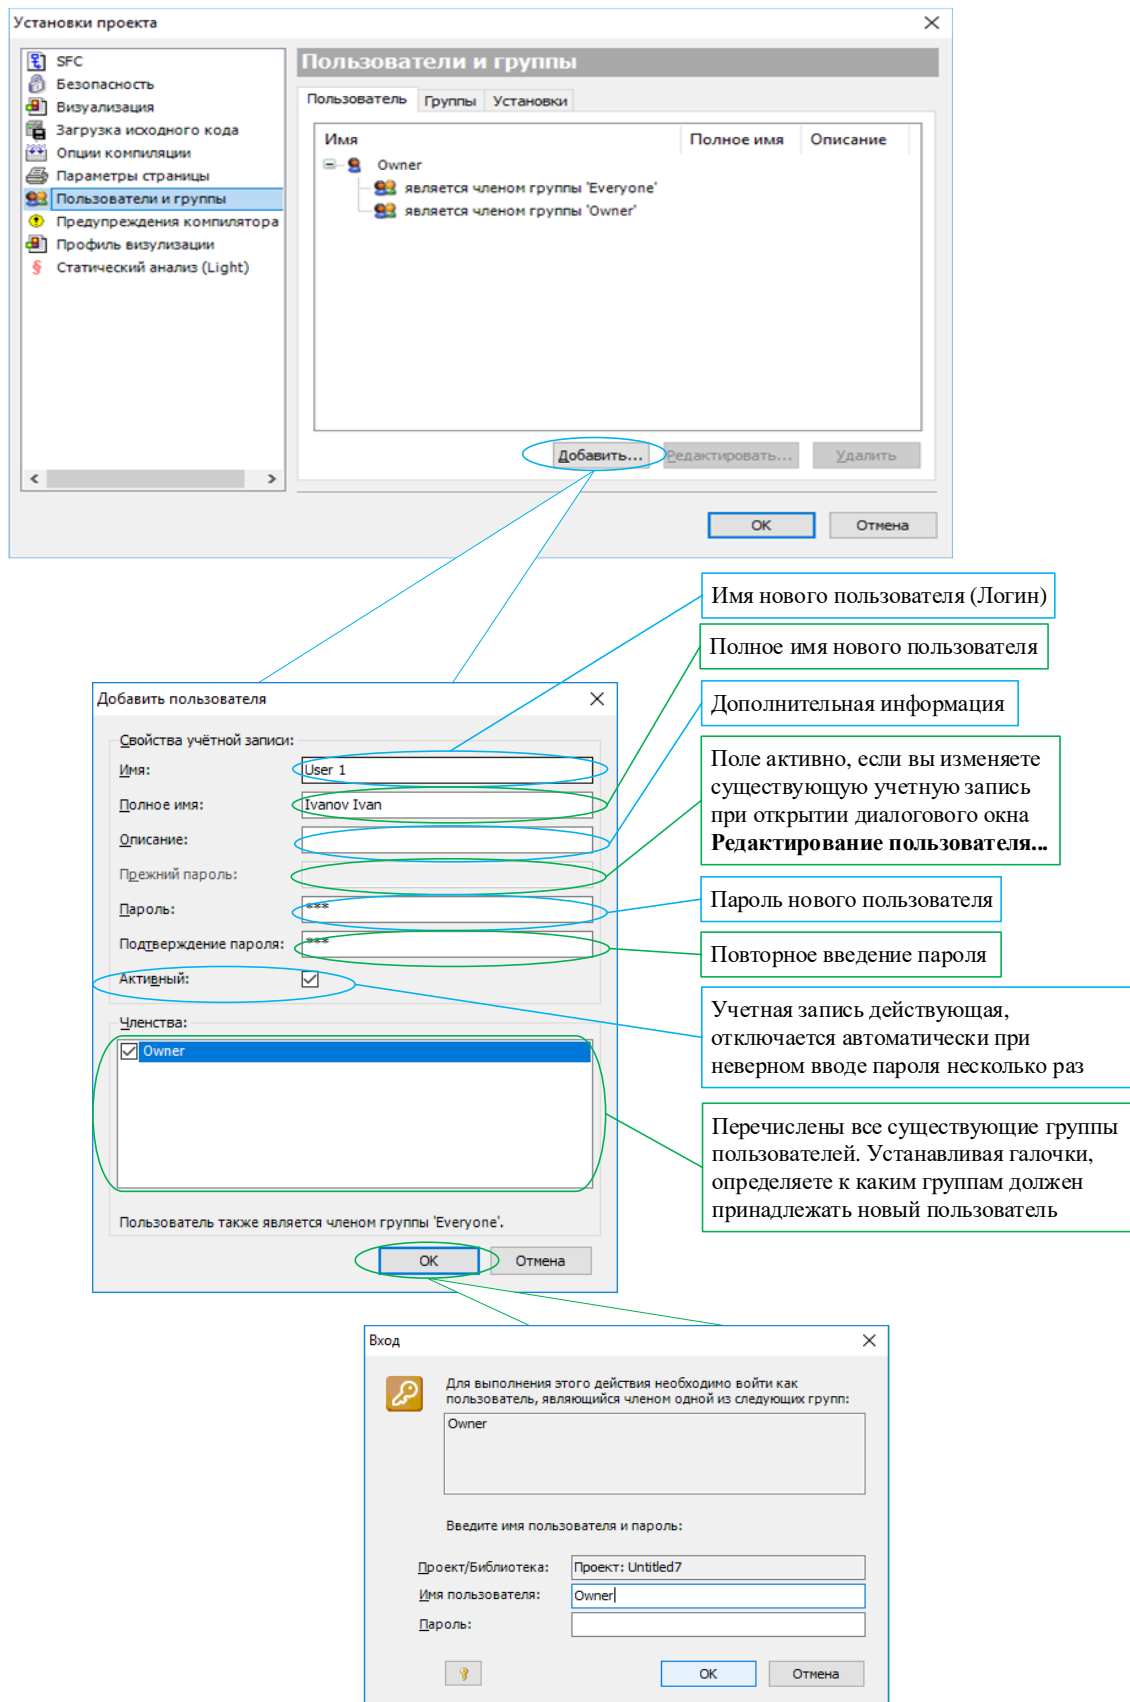

Рисунок 229 – Диалоговое окно добавления пользователя
- для создания новой учетной записи, в подкатегории Пользователь (Users), нажмите на кнопку **Добавить** откроется диалоговое окно (Рисунок 229).